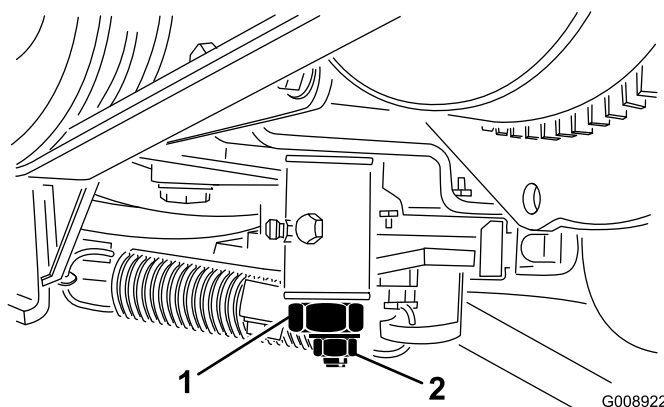

Рисунок 51
2. Ослабьте соединитель тросика дроссельной заслонки на плече рычага инжекторного насоса (Рисунок 51).